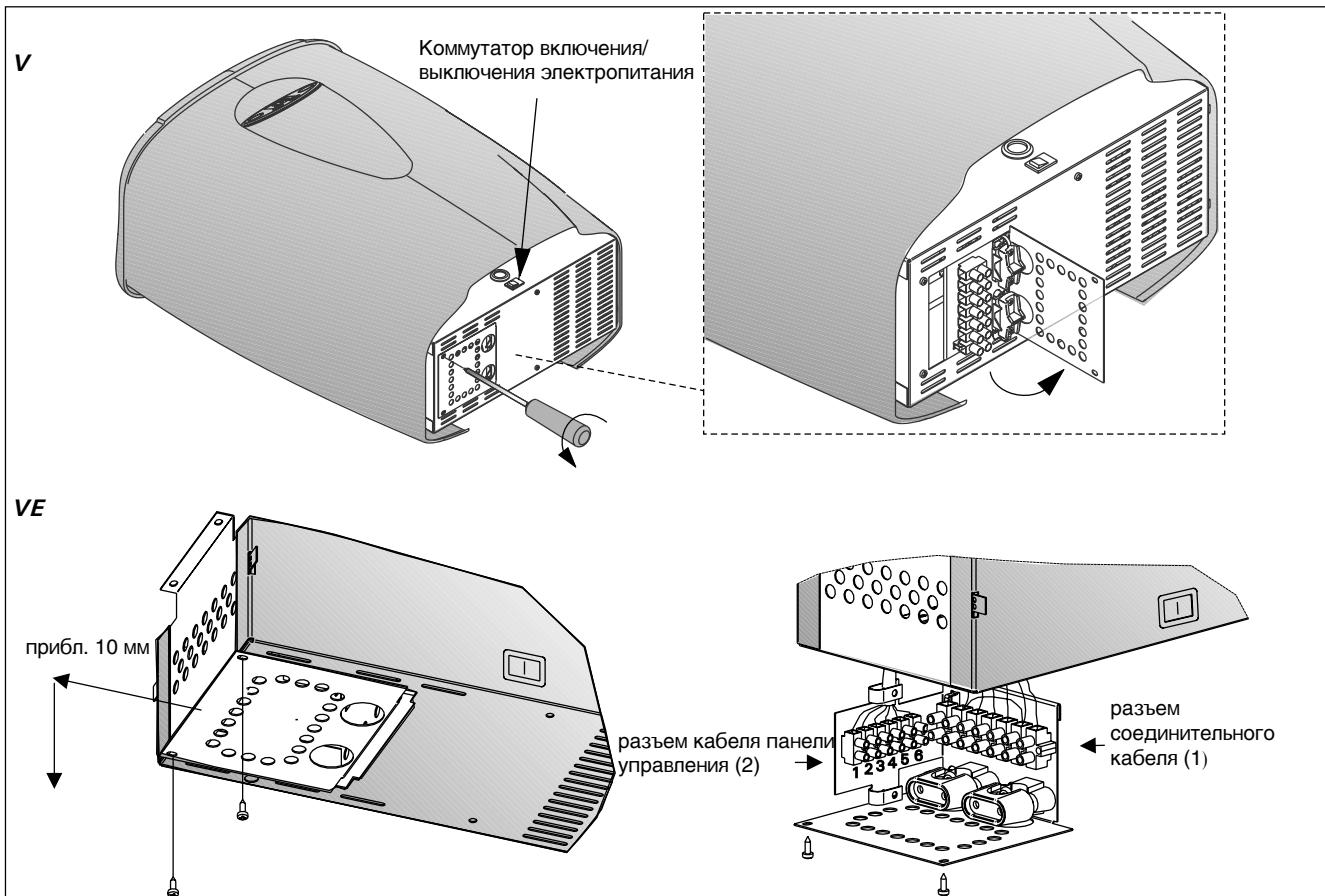

Рисунок 5. Подключение соединительного кабеля
Если использовать экранированный кабель, то панель можно отнести на превышающее 10 метров расстояние. Защитная обшивка экранированного кабеля должна быть заземлена, например, через металлический фиксатор кабеля в разъеме этого кабеля (рисунок 5). Удлинительный кабель должен иметь такое же или большее сечение, например, 6 x 0,5 мм². Проводам можно припаять или подключить к винтовым разъемам распределительной коробки. **Соседние провода не должны касаться друг друга в точках соединения.**
При монтаже удлинительного кабеля следует тщательно соблюдать порядок подключения проводов к колодке разъема каменки (2). См. рис. 5.
4. Свободный конец соединительного кабеля подключается к разъему панели управления (2). См. рис. 5. При подключении проводов кабеля очень важно соблюдать цветовую маркировку, как описано в разделе 3.1.1 «Подключение соединительного кабеля к каменке».